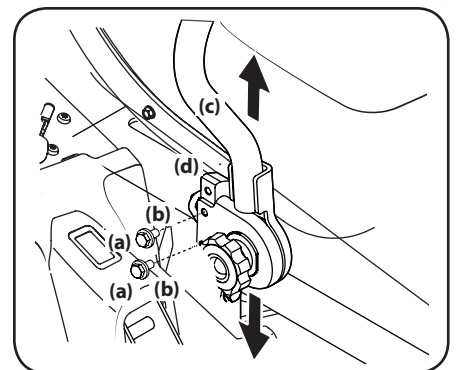

Figure 4-7
1. Retirez les boulons (a) et les rondelles plates (b) qui fixent les barres de conduite (c) aux supports pivotants (d). Voir Figure 4-7.